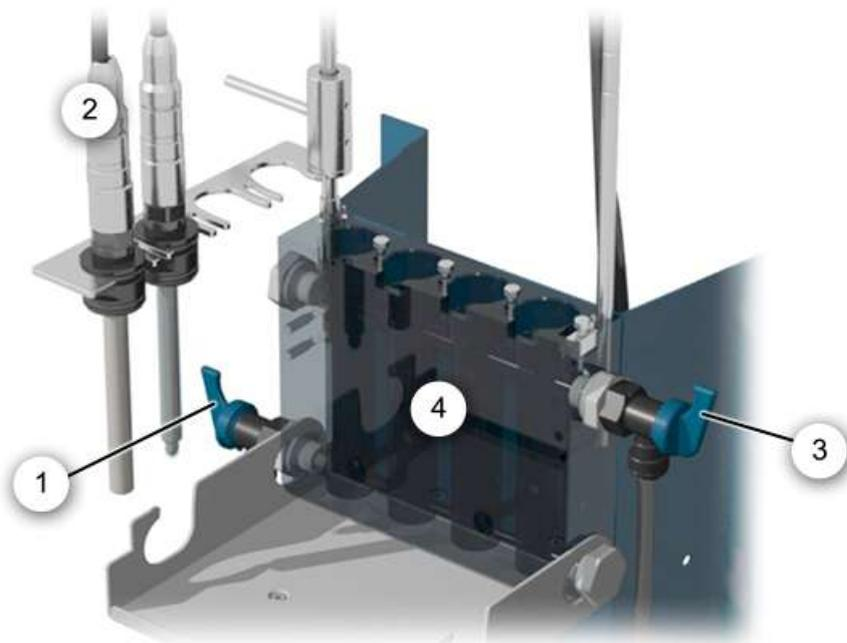

Abbildung 24: Messzellenblock AquaMaster
2.	<p>Alle Sensoren aus dem Messzellenblock entfernen und in der Verriegelung positionieren (Abbildung 24, Position 2).</p> <hr/> <p> pH-Sonde und Leitfähigkeits-Sensor in Gefäss mit Wasser tauchen, damit diese vor dem Austrocknen geschützt sind. Dafür kein destilliertes Wasser sondern sauberes Leitungswasser verwenden.</p> <hr/>
3.	Den Schlauch bei Einlaufregulierhahn (Abbildung 24, Position 1) vom Messzellenblock entfernen, jetzt den Einlaufregulierhahn öffnen und nun Messzellenblock in ein Gefäss leerlaufen lassen.
5.	Den Ablaufschlauch vom Auslaufregulierhahn (Abbildung 24, Position 3) entfernen und spülen.
6.	Den Ablaufschlauch wieder am Auslaufregulierhahn (Abbildung 24, Position 3) montieren.
7.	Den Messzellenblock (Abbildung 24, Position 4) mit Flaschenputzer reinigen.
8.	Den Einlaufschlauch (Abbildung 24, Position 1) wieder am Einlaufregulierhahn einstecken. Falls vorhanden den Durchflussmesser ebenfalls wieder montieren.